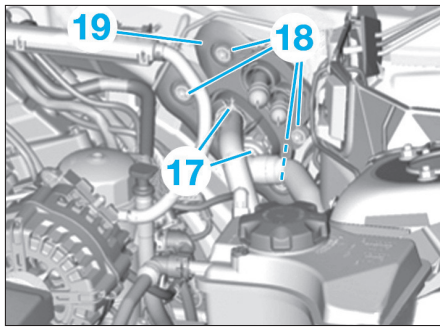

Fig. 20
- Extraire le conduit de chauffage de plancher côté gauche (13) avec la pièce intermédiaire (15) au niveau du bloc de chauffage/climatisation et le retirer dans le sens de la flèche du conduit de chauffage de plancher côté gauche (16).
- Dégraffer les conduites de fluide (17) (Fig.20).